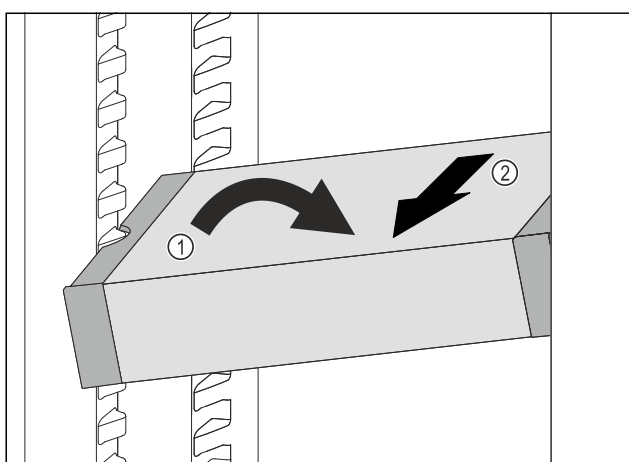

Fig. 95
- Incliner le VarioSafe dans la partie réfrigérateur. Fig. 95 (1)
- Sortir le tiroir VarioSafe par l'avant. Fig. 95 (2)